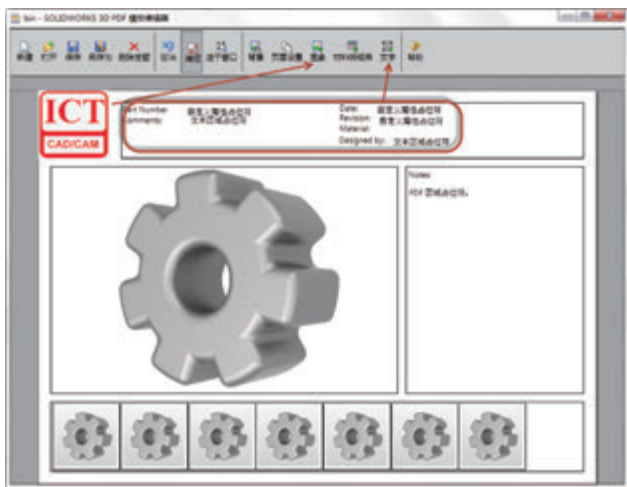

图7 3D pdf 模版定义
(1) 3D PDF 模式的定义。SOLIDWORKS MBD 提供了友好直观的 PDF 模版编辑器，方便用户定义属于公司标准的模版。其中可通过背景插入工程图样的背景图像，支持图像格式（JPEG、PNG、TIFF 和 BMP 等），图像可插入公司 LOGO，材料明细表可链接 SOLIDWORKS 的 BOM 表，文字支持文字段、自定义属性和 PDF 文字段等（图 7）。